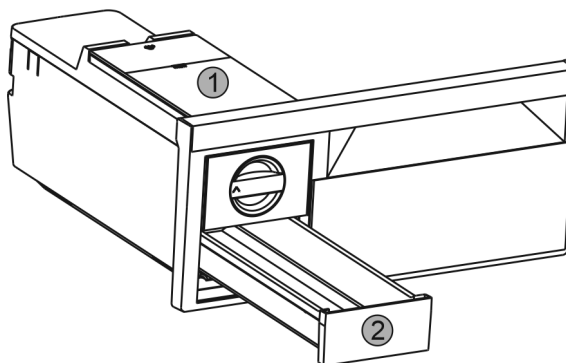

Fig. 72
- ▶ Enlever le réservoir d'eau Fig. 72 (1) et le tiroir à glaçons Fig. 72 (2).